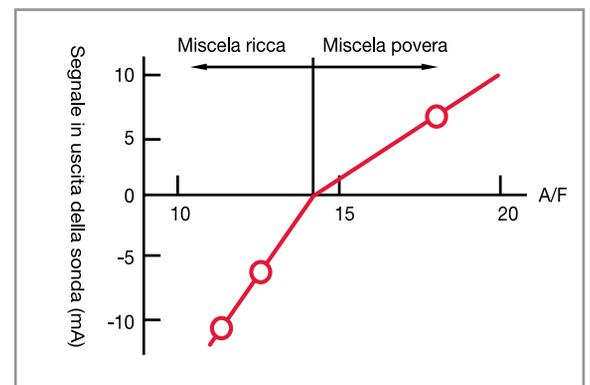

Fig. 7: Segnale in uscita della sonda A/F.
- > Una sonda A/F eroga una piccola quantità di corrente (tra 10mA e +10mA) dove il valore in uscita è stabile e proporzionale al rapporto aria/carburante (Fig 7).